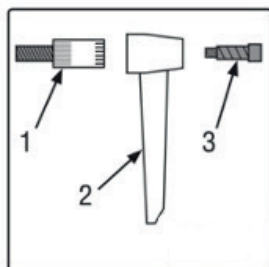
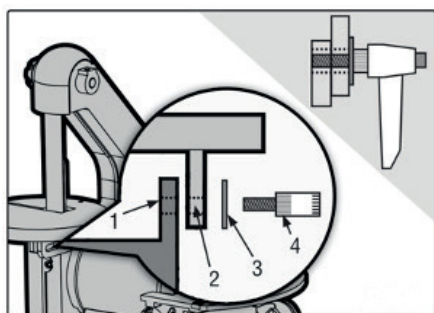

Рис. 5.
Рис. 6.
2. Разберите стопорный рычаг на три части (рис. 6). С помощью шестигранного ключа диаметром 3 мм снимите гнездо и открутите головку колпачка с пружиной (рис. 5 – 3) от рукоятки рычага (рис. 5 – 2). Это освободит основание рычага (рис. 5 – 1).
3. Совместите прорезь в столе для ремня (рис. 6 – 2) с резьбовым отверстием (рис. 6 – 1) в корпусе, расположенным под столом.
4. Вручную прикрутите основание рычага (рис. 6 – 4) и шайбу (рис. 6 – 3) в резьбовое отверстие (рис. 6 – 1).
5. Установите рукоятку рычага (рис. 5 – 2) на натянутое основание рычага (рис. 6 – 4). Затем снова установите винт крышки торцевой головки и пружину (рис. 5 – 3). Собранная рукоятка показана на рис. 6 в правом верхнем углу.